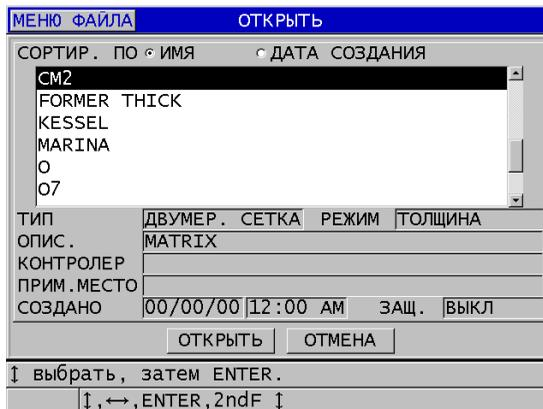

Рис. 11-16 Открытие файла
3. В окне **ОТКРЫТЬ** (см. Рис. 11-16 на стр. 207):